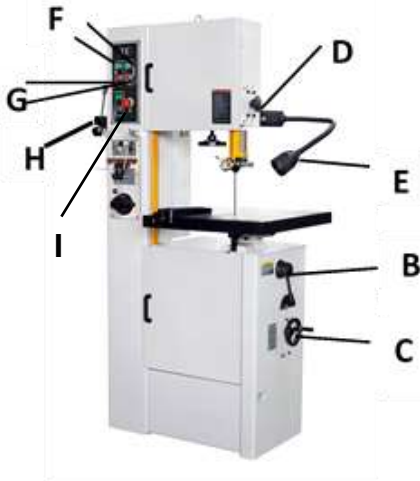

Рис. 2.
**Рычаг переключения диапазона скоростей** (В, Рис. 2) – для переключения на низкий диапазон скоростей потяните рычаг к передней части станка. Для переключения на высокий диапазон скоростей нажмите на рычаг по направлению к задней части станка. **ОСТОРОЖНО: во время работы станка менять диапазон скоростей запрещается. Сначала остановите станок.**
**Маховик регулировки скорости** (С, Рис. 2) – для увеличения скорости движения пильной ленты поворачивайте маховик по часовой стрелке, для уменьшения – против часовой стрелки.
**Ручка фиксации верхней направляющей пильного полотна** (D, Рис. 2) – чтобы ослабить, поворачивайте против часовой стрелки, чтобы затянуть – по часовой стрелке.
**Переключатель рабочей лампы** (E, Рис. 2) – расположен в верхней части плафона; служит для включения и выключения лампы.
**Кнопка включения главного двигателя/шлифовального круга** (F, Рис. 2) – нажмите, чтобы запустить станок.
**Кнопка выключения главного двигателя/шлифовального круга** (G, Рис. 2) – нажмите, чтобы остановить станок.
**Рычаг устройства для резки полотна** (H, Рис. 2) – когда рычаг находится в верхнем положении, в устройство можно завести конец ленточного полотна. Чтобы обрезать полотно, **ОПУСТИТЕ** рычаг.
**Кнопка аварийного останова** (I, Рис. 2) – нажмите, чтобы остановить все функции станка. Для сброса поверните кнопку на 90°.